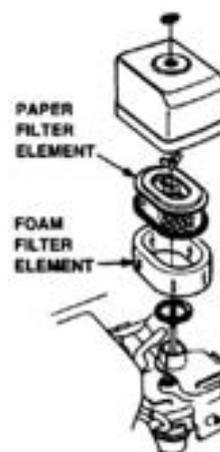

Figure 1 Air Filter
- Dévisser le boulon à ailette sur le logement du filtre à air (Figure 1), enlevez le couvercle et enlever la cartouche du filtre à air. Souffler dans la cartouche de l'intérieur, en agitant le jet d'air comprimé sec de haut en bas jusqu'à en évacuer complètement la poussière.